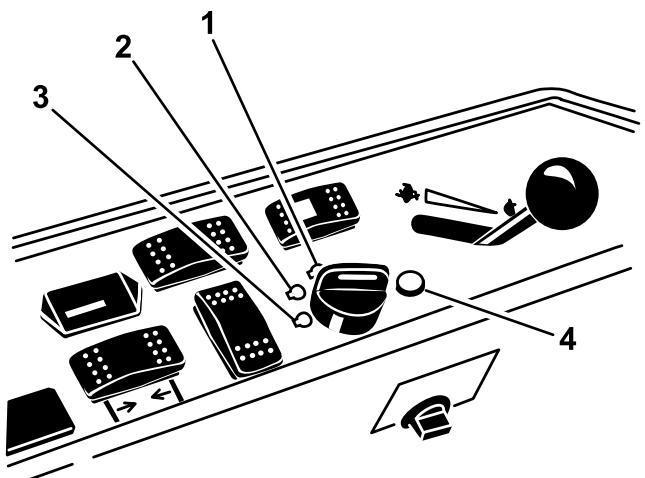

Figura 18
6. Rode a chave no sentido dos ponteiros do relógio para a posição FUNCIONAMENTO (Figura 18).
3. Rode a chave para a posição DESLIGAR (Figura 18). Espere até que todas as peças em movimento parem, antes de sair da posição de operação.